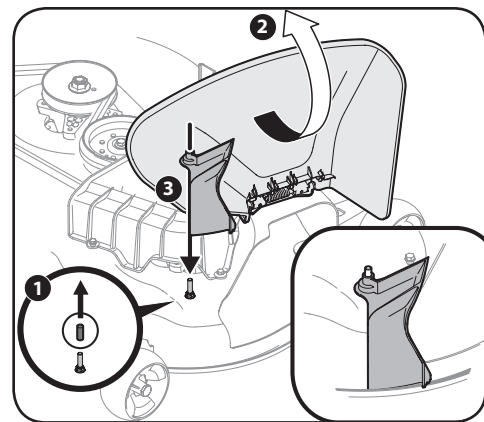

Figure 4-30
2. Soulevez par les poignées situées dans la partie inférieure du tube de goulotte. Faites glisser le tube de goulotte sur le coude de goulotte monté sur le plateau de coupe, comme illustré à la Figure 4-30.